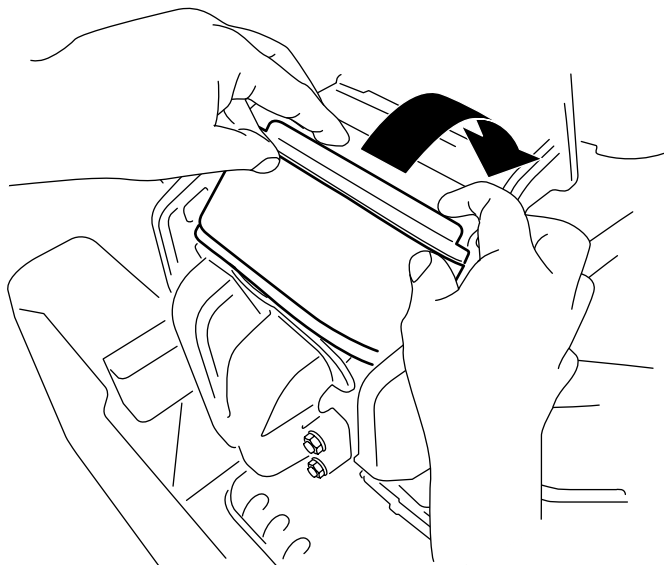

Figura 40
3. Rode o filtro para baixo para a câmara e encaixe completamente contra o coletor (Figura 40).